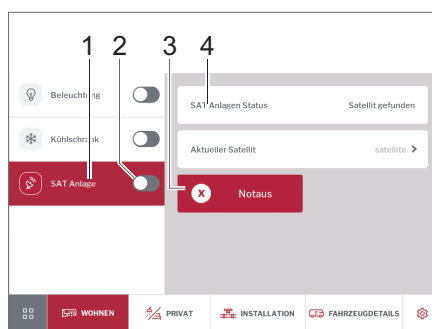

Bild 283 Satellitsystem
- Med skjutreglaget (Bild 283,2) sätter du på och stänger av satellitsystemet.
- Klicka på knappen *SAT-system* (Bild 283,1) tippen.
Den valda satelliten visas. (Bild 283,4).
- Klicka på knappen *Nödstop* (Bild 283,3) om systemet stöter på motstånd.